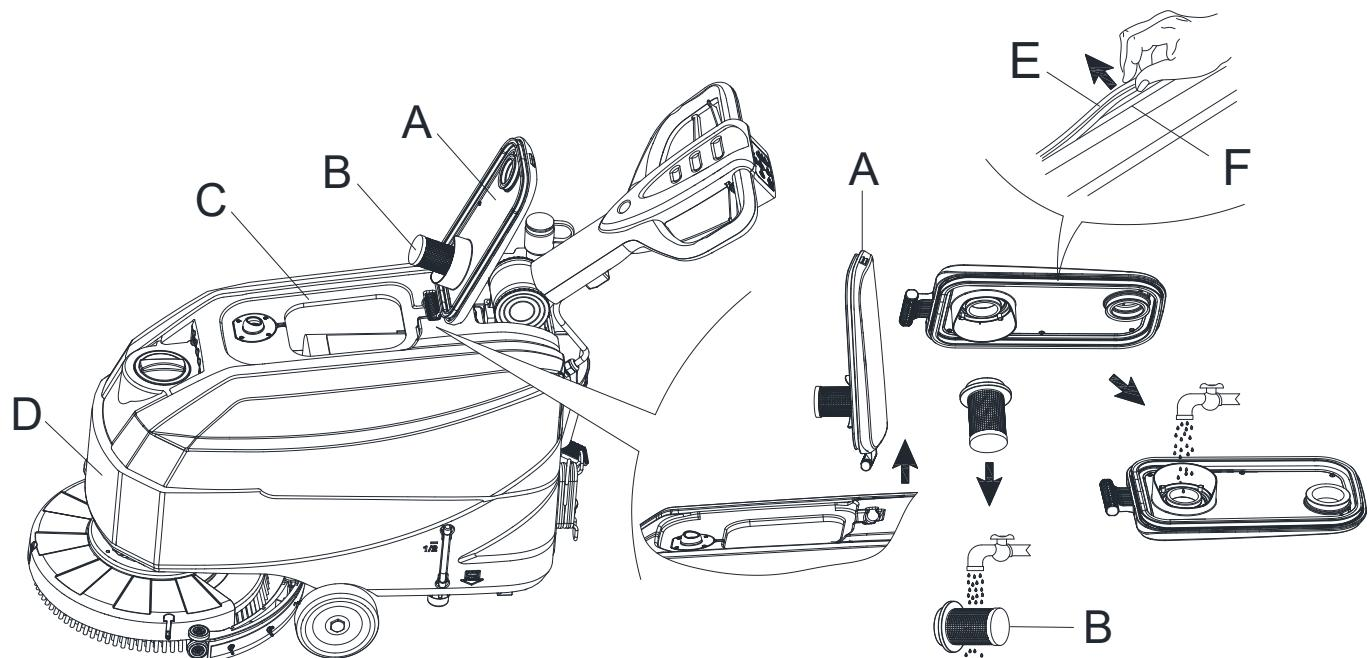

Figure 17
3. Tournez le couvercle du réservoir de récupération (A, Figure 17) de 90 degrés pour le retirer, puis retirez le filtre à bille de flottement (B) du couvercle du réservoir de récupération.
7. Vérifiez si la surface de contact de la bande d'étanchéité (E) est intègre et si l'étanchéité est suffisante. Si nécessaire, sortez de la rainure (H) la bande d'étanchéité du réservoir et remplacez-la. Montez la nouvelle bande d'étanchéité comme illustré à la (Figure 17), le joint doit se trouver dans la zone centrale.
8. Fermer le couvercle du réservoir de récupération (A).